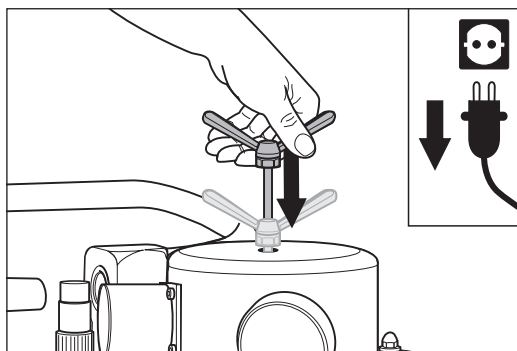

Abb. 78 Die Rüttelstange ganz nach unten in den Staubabscheider schieben.
- 7 Schieben Sie die Rüttelstange ganz nach unten (Abb. 78), damit diese das Staubabscheider-Oberteil im Staubabscheider-Unterteil zentriert. Andernfalls wird die Rüttelstange später sehr schwer zu bewegen sein.